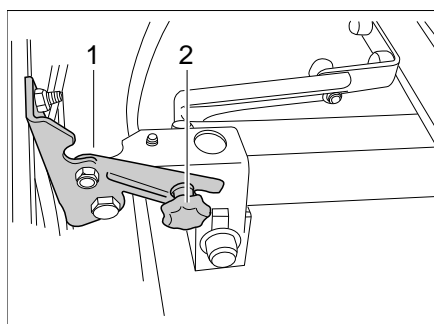

Bild 5 Verriegelung Leuchtenträger
- Rändelschrauben (Bild 5,2) auf beiden Seiten lösen.
- Leuchtenträger (Bild 5,1) aufklappen.
- Leuchtenträger (Bild 5,1) einklappen.